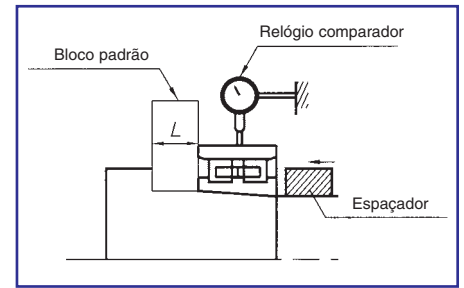

Fig. 5
3. Aperte a porca de modo a expandir o anel externo (fig. 5).